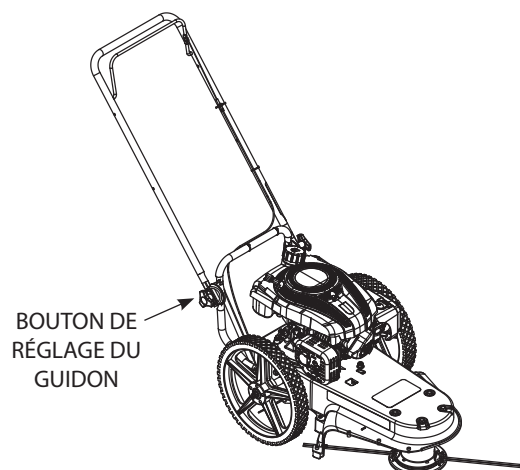

FIGURE 3
4. Serrer les boutons de réglage du guidon. Vérifier que les pivots du guidon sont bloqués en place. **VOIR FIGURE 3.**